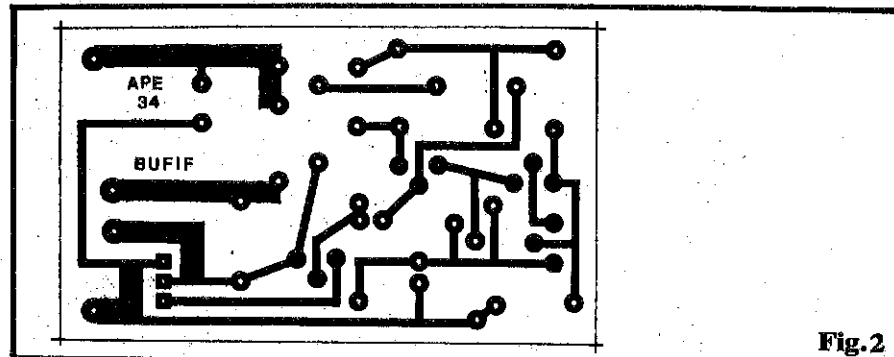

Fig. 2
- FIG. 2 - LAY OUT DO CIRCUITO IMPRESSO - Simples, pequeno, sem grandes "apertos"